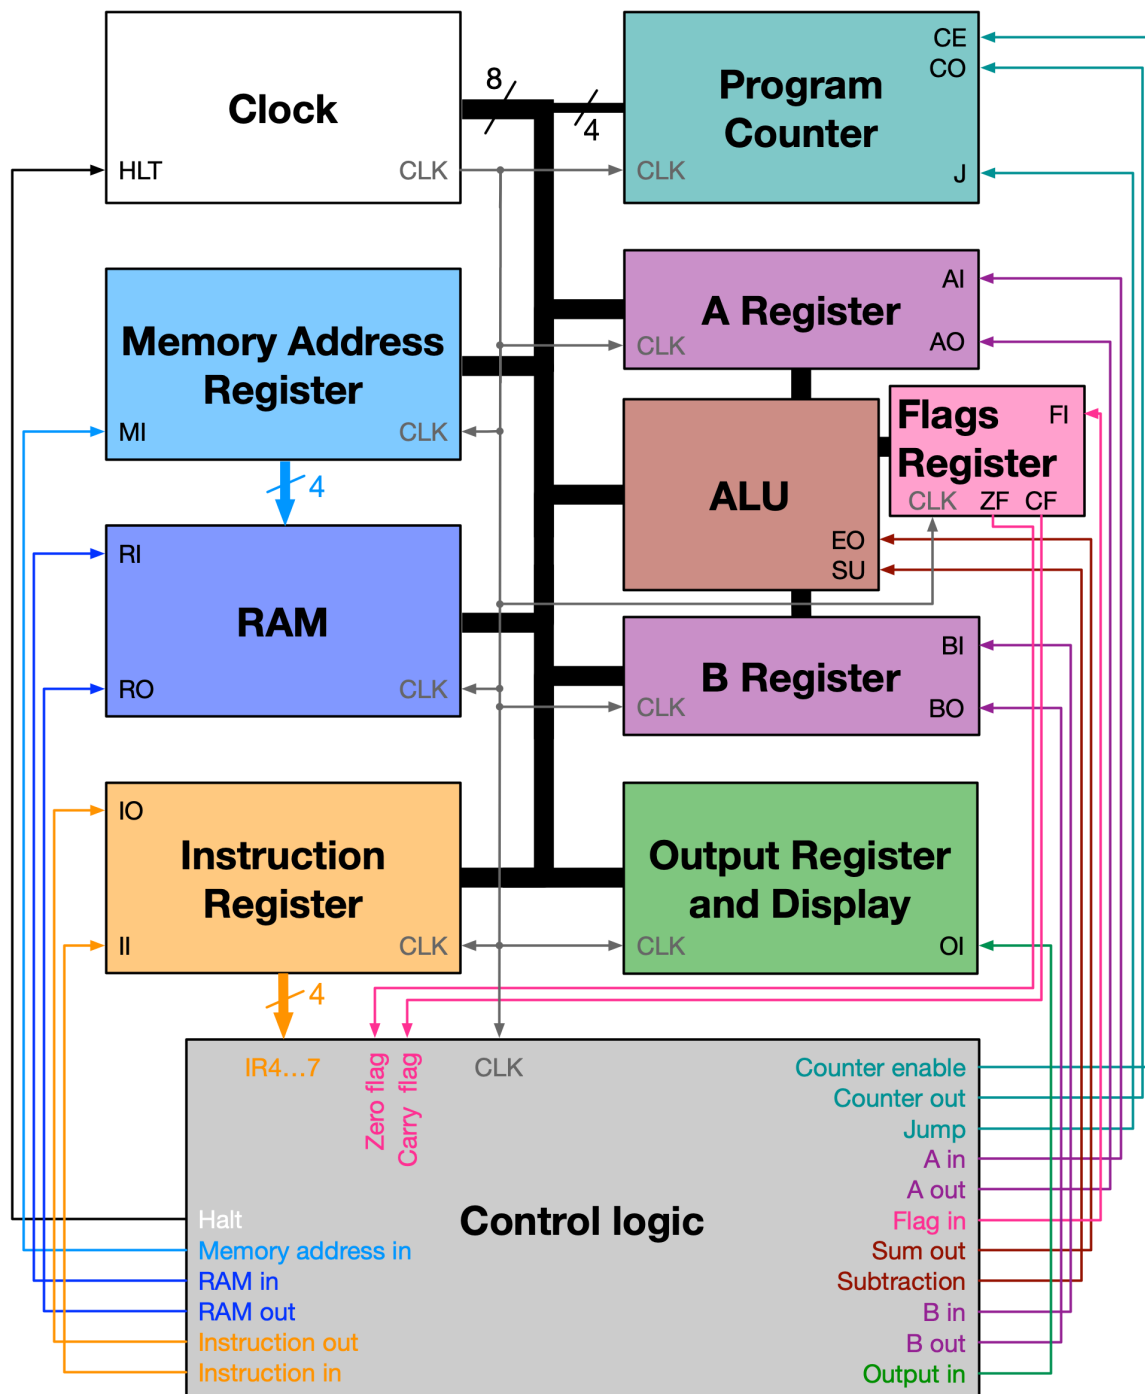

Bild 1 – Blockschaltbild der 8-Bit-CPU nach dem Design von Ben Eater.
mehreren Kernen (*Multicore-Prozessoren*). Ein Kern ist sozusagen eine CPU innerhalb einer CPU. Bild 1 zeigt das Blockschaltbild einer sehr einfachen 8-Bit-CPU. Es besteht aus mehreren Modulen, die über
**Der Bus** besteht aus 8 parallelen Leitung, die in Bild 1 als eine dicke Linie gezeichnet sind. Der Bus ist quasi die Daten-Autobahn: über ihn tauschen die Module Daten aus. Es können gleichzeitig **8 Bits** übertragen werden. „Bit“ steht für „Binary Digit“ (etwa: „binäre Ziffer“). Ein Bit kann zwei Werte haben; 0 oder 1.
Angenommen, der Code, der vom Instruction register kommt, lautet: 0011. Dieser Code steht zum Beispiel für den Befehl „Schreibe das Resultat aus der ALU ins RAM“. Nun muss die Control Logic aufgrund dieses Codes einige Anweisungen ausführen: Sie muss zuerst die eigene Instruktion laden, dann muss sie dem Memory address register mitteilen, dass es die Adresse vom Bus lesen muss, welche bestimmt, wo im RAM das Resultat abgespeichert wird. Danach muss sie der ALU mitteilen, dass sie das Resultat auf den Bus schreiben soll und schliesslich muss sie dem RAM sagen, dass es dieses Resultat vom Bus lesen soll. Die Control Logic kann also allen Modulen sagen, was sie tun und lassen sollen – und das tut sie über die Steuerleitungen, die du im Bild 1 siehst.
- Der Aufbau moderner Prozessoren ist sehr viel komplexer als die in Bild 1 gezeigte. Sie verfügen über ein Vielfaches an Modulen und Registern.